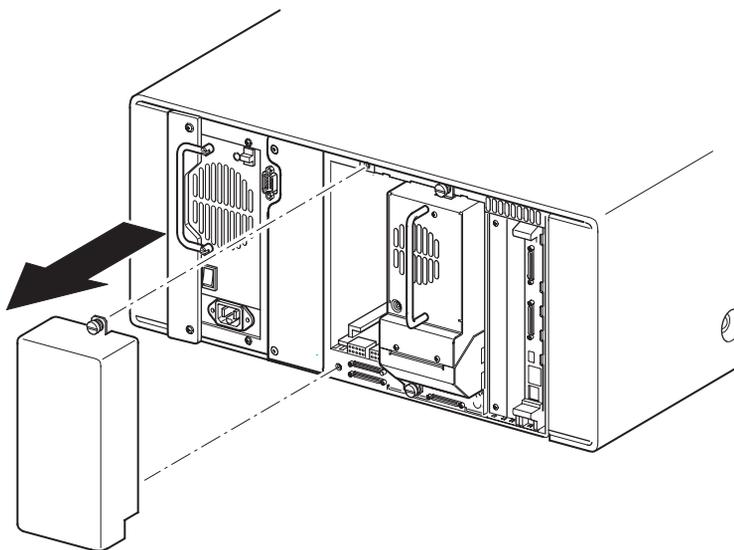

Figura D-1: Extracción del panel de protección de la bandeja de montaje de una unidad de cinta (se muestra el modelo MSL5026)
2. Quite el panel de protección que cubre la bandeja de montaje de la unidad de cinta que se desea instalar (consulte la Figura D-1). Guarde el panel de protección para usos posteriores.